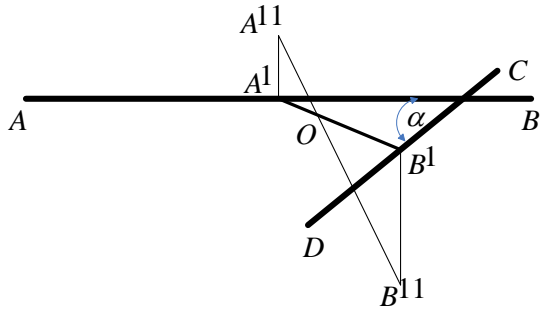

Рис. 2. Визначення положення центра мас дволанкової системи, з'єднаної під кутом  $\alpha$
18. Визначити положення центра мас такої системи, зробивши наступну побудову (рис.2):
- з точки  $A^1$  в довільному напрямку (на рис. 2 вертикальний напрямком) провести відрізок, довжина якого пропорційна до маси другої ланки  $m_2$  ( $A^1A^{11}$ ), а з точки  $B^1$  паралельно до прямої  $A^1A^{11}$  відрізок  $B^1B^{11}$  довжина якого пропорційна до маси першої ланки  $m_1$ . З'єднати т.  $A^{11}$  і  $B^{11}$ . Точка  $O$  (перетин прямих  $A^1B^1$  та  $A^{11}B^{11}$ ) – центр мас дволанкової системи при вибраному з'єднанні.